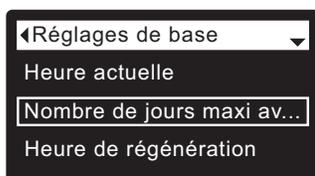

FIG. 49
3. Appuyez sur le sélecteur (O) pour afficher le menu des réglages de base (cf. Figure 49).
7. Appuyez sur le sélecteur (O) : l'afficheur revient au menu des réglages de base (cf. Figure 49).